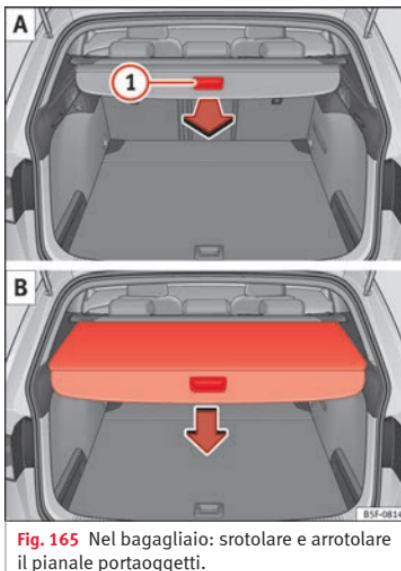

Fig. 165 Nel bagagliaio: srotolare e arrotolare il pianale portaoggetti.
» fig. 165 ① A ed estrarla al massimo finché non si sente uno scatto.
- Premere la maniglia di appoggio del pianale portaoggetti nel senso della freccia, fino a sbloccarlo » fig. 165 B.